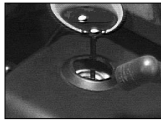

Bild 8
8. Gießen Sie einen Teelöffel von 2-Taktermotoröl in die Feuerungskammer (Bild 8). Ziehen Sie einige male vorsichtig die Anlasserleine langsam heraus, um die inneren Bauteile zu benetzen. Ersetzen Sie die Zündkerzen.